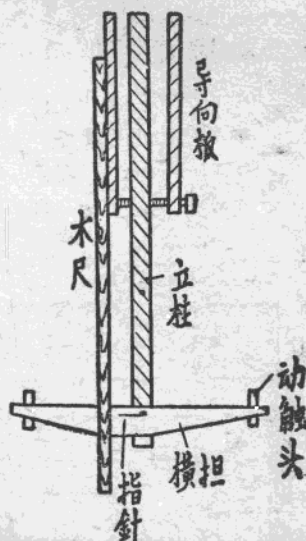

图 9
31. 每壳內挂一个36伏照明灯，为测量各接点的行程距离沿横担的立柱在导向板旁固定一个木尺，在横担上固定一个小指针，如图9所示。調整过程中，指针沿木尺上下运动。在木尺上划出标记线以便于测量各行程的距离。